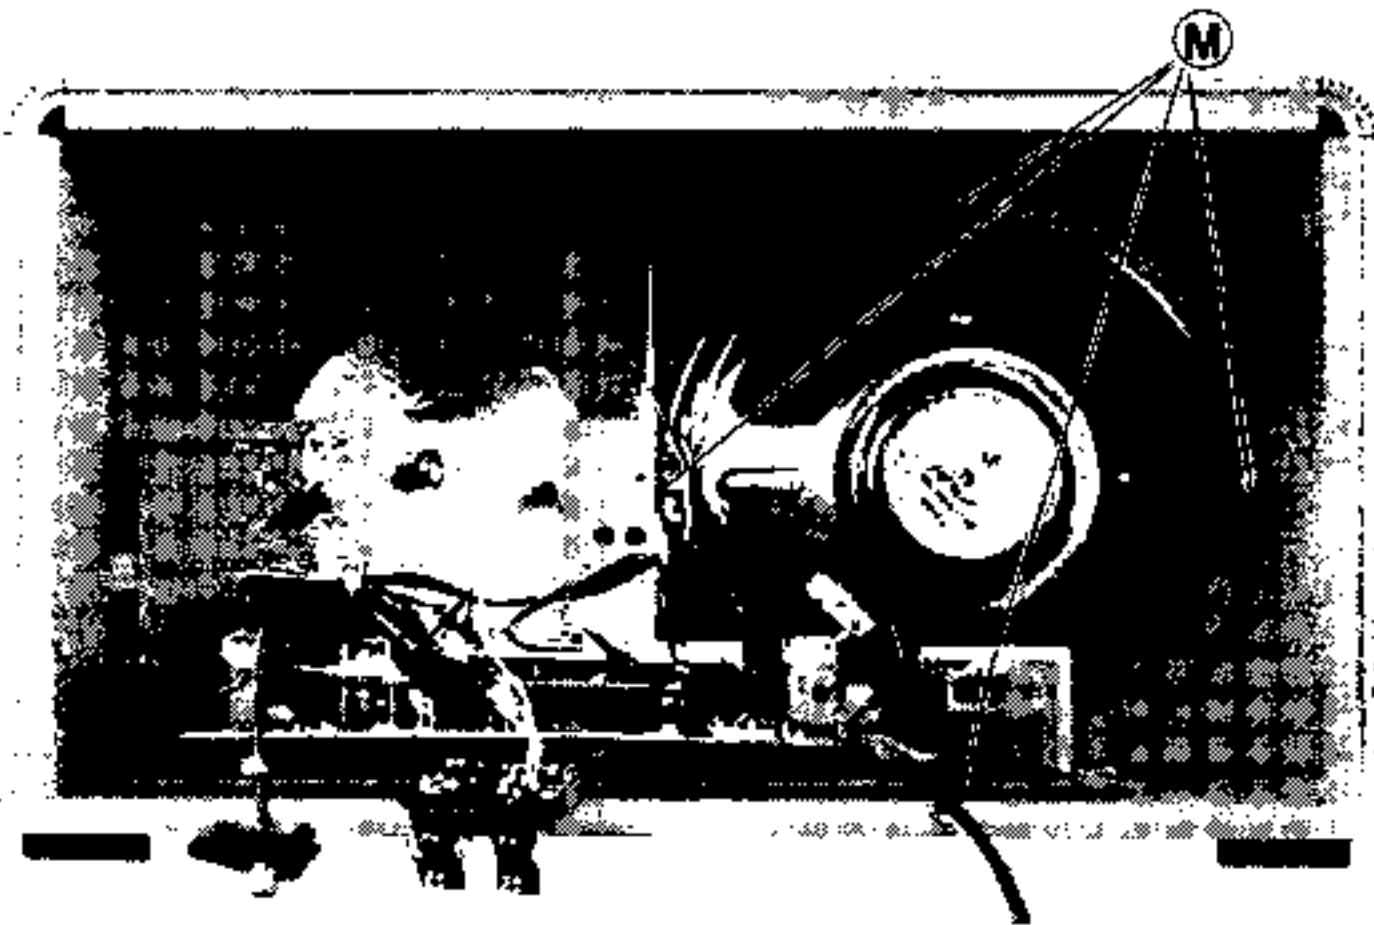

Fig.10
- 4 Schrauben (M) (Fig.10) herausschrauben.
- Undo 4 screws (M) (Fig.10).